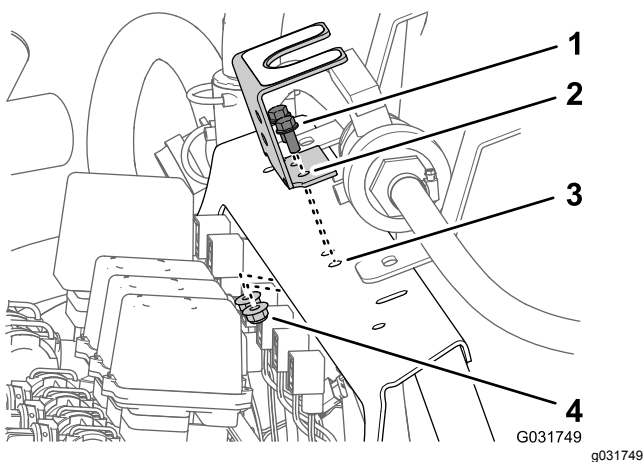

Figura 38
- Rimuovete i 2 bulloni a testa flangiata (5/16" x 3/4") e i 2 dadi di bloccaggio flangiati (3/8") che fissano la staffa di montaggio della valvola a sfera al supporto del collettore e separate la staffa dal supporto (Figura 38).